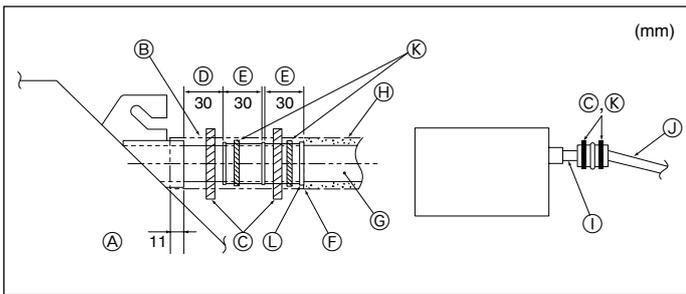

Fig. 6-2
1. Ligue o bocal de drenagem (fornecido com a unidade) à porta de drenagem. (Fig. 6-2) (Fixe o tubo com adesivo PVC e depois ate-o com uma banda.)